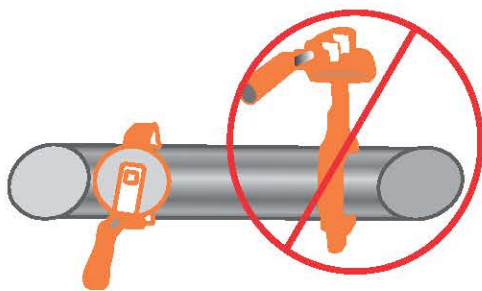

Рисунок 4
2.8. Для уменьшения износа седлового уплотнения и увеличения срока службы поворотный затвор рекомендуется устанавливать в горизонтальном положении штока ( $\pm 30^\circ$ ), особенно при применении затворов в средах, содержащих абразивные частицы (Рис. 4).